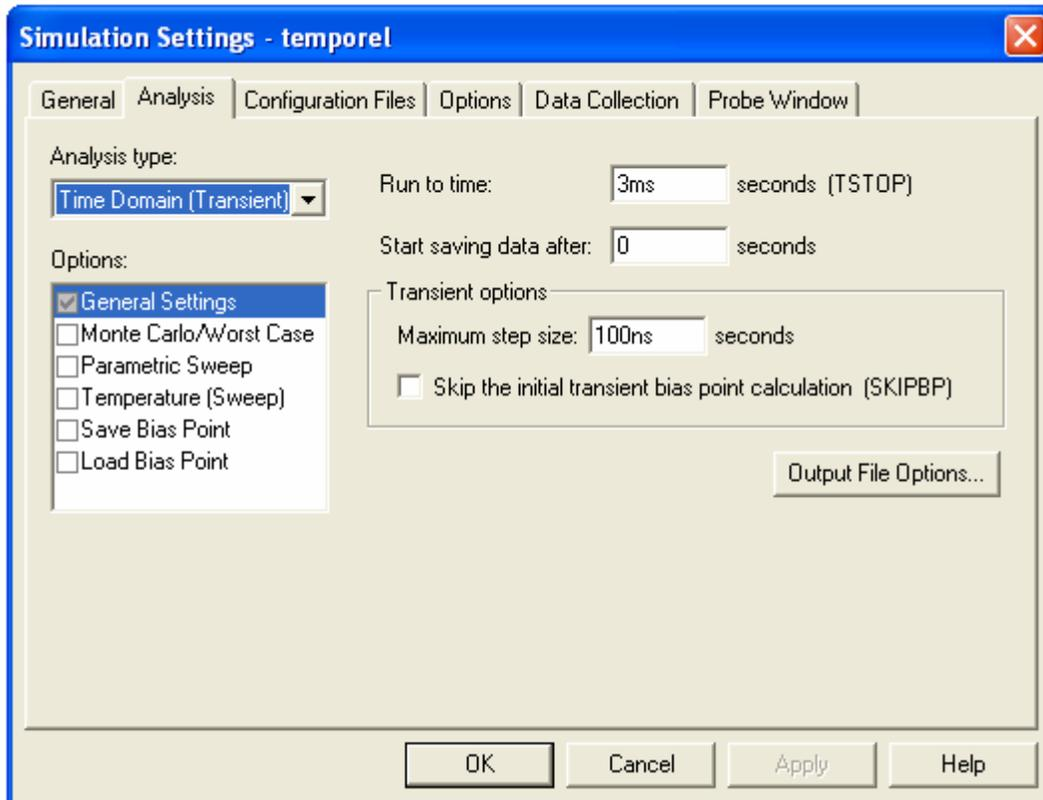

Figure 1.15 : création d'un profil de simulation temporel.
- La fenêtre de dialogue obtenue est représentée à la figure 1.15 :